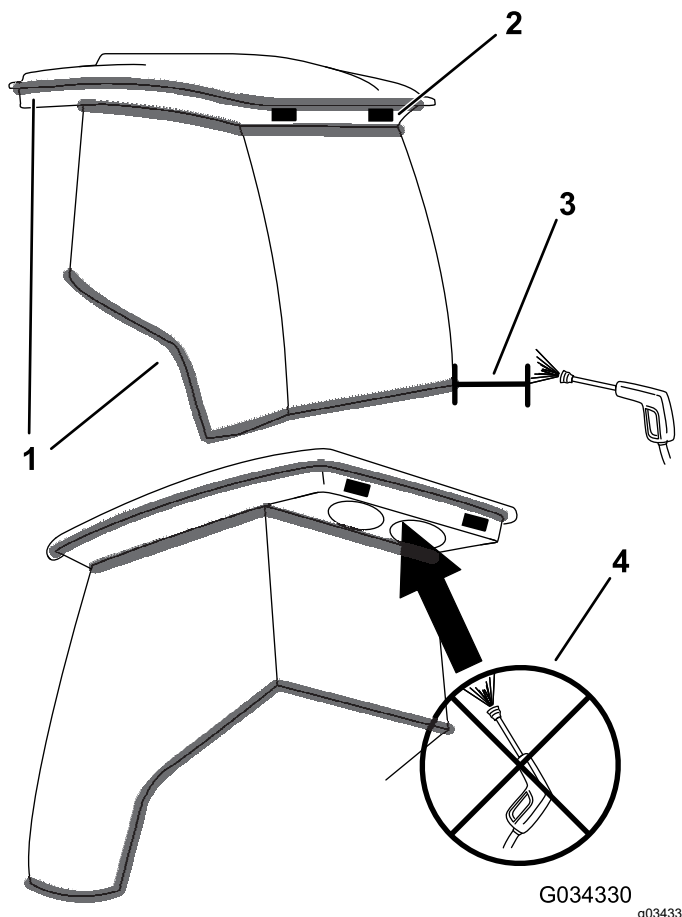

Figure 133
**Important:** Faites attention près des joints et des éclairages de la cabine (Figure 133). Si vous utilisez un nettoyeur haute pression, n'approchez pas le jet à moins de 0,6 m (2 pi) de la machine. Ne dirigez pas le jet haute pression directement sur les joints et les éclairages de la cabine ou sous le surplomb arrière.